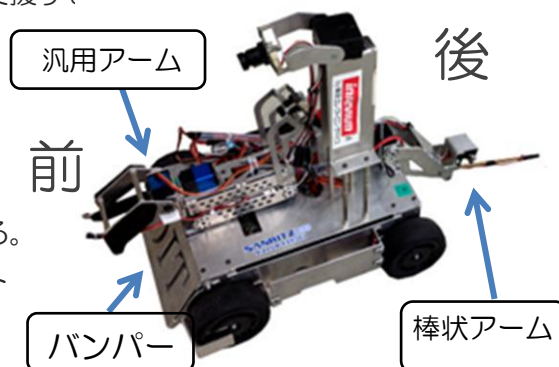

図3 1号機およびその主要装備
1号機の概略を図3に示す。本機の特徴は次の通りである。
- 1、2号機はロボットの前方に汎用アーム、ロボットの後方に棒状アームを搭載している（図3）。